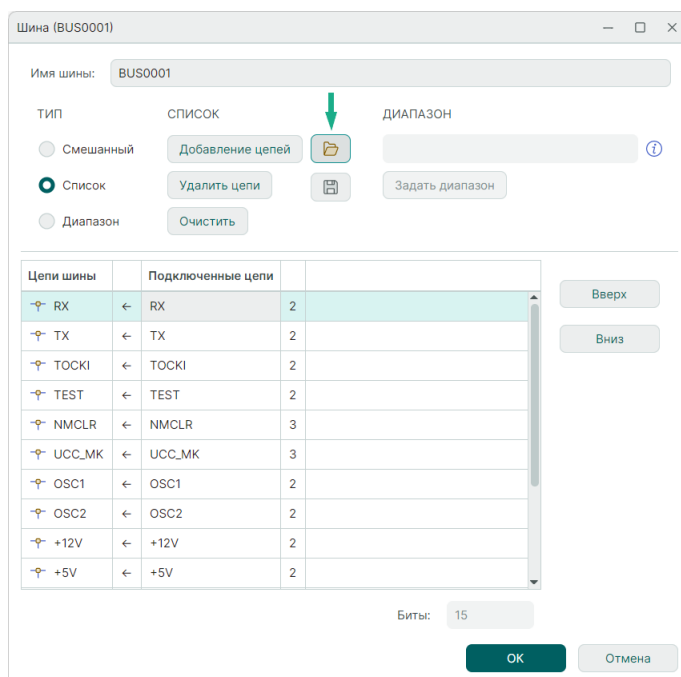

Рис. 185 Импорт списка цепей шины
4. В поле «Список» нажмите , см. Рис. 185.